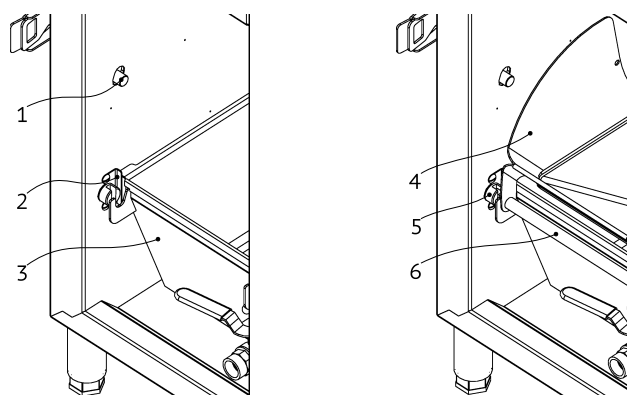

Рисунок 3
9. Установите ванну (3) в изделие так, чтобы её край оказался за упором (2), см. Рис. 3.
10. Возьмитесь за петлю нагревательного элемента, приподнимите нагревательный элемент вверх, и одновременно нажмите вниз штырь (1) на левой внутренней стенке, чтобы разблокировать механизм фиксации нагревательного элемента, после чего опустите нагревательный элемент в ванну.
11. Установите корзину (4) в ванну так, чтобы вал корзины (6) вошёл в зацепление с приводным валом (5), см. Рис. 3.